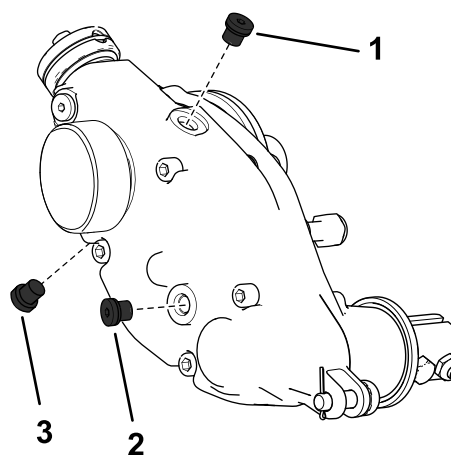

Рисунок 28
2. Снимите пробку сливного отверстия в нижней части корпуса (Рисунок 28).
3. Отверните пробку заливного отверстия в боковой части корпуса и ослабьте пробку выпуска воздуха сверху, чтобы обеспечить проход воздуха (Рисунок 28).